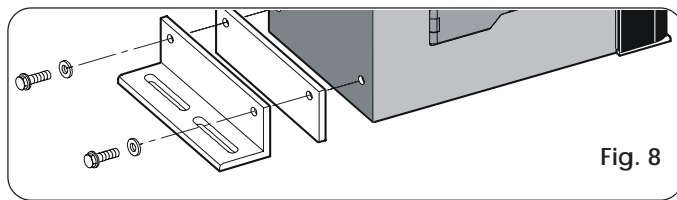

Fig. 8
- 1) Assemblare all'operatore gli angolari di fissaggio e i distanziali antivibrazione come da Fig. 8.